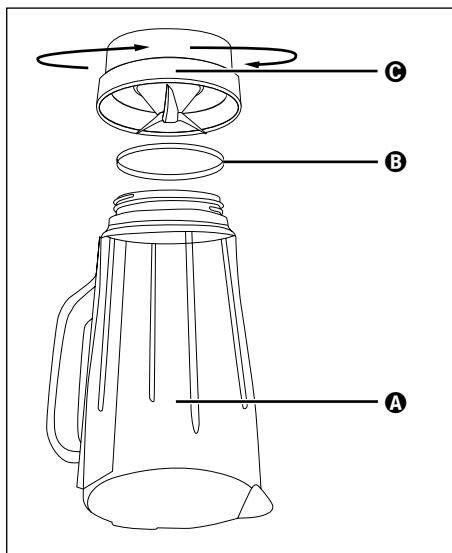

Abb. 4
- 2) Stellen Sie das Gerät auf den Kopf und drehen Sie das Plastikteil **C** des Mixaufsatzes **③** gegen den Uhrzeigersinn, so dass es sich vom Glasteil **A** des Mixaufsatzes **③** lösen lässt (siehe Abb. 4).